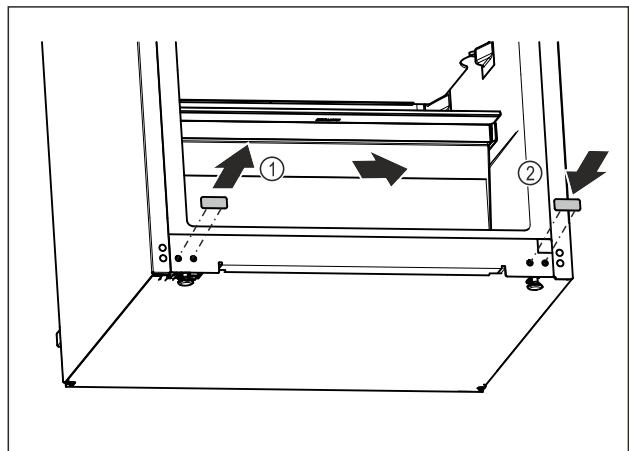

Fig. 16
- ▶ Vytáhněte krycí zátku. Fig. 16 (1)
- ▶ Zasuňte krycí zátku na opačné straně. Fig. 16 (2)